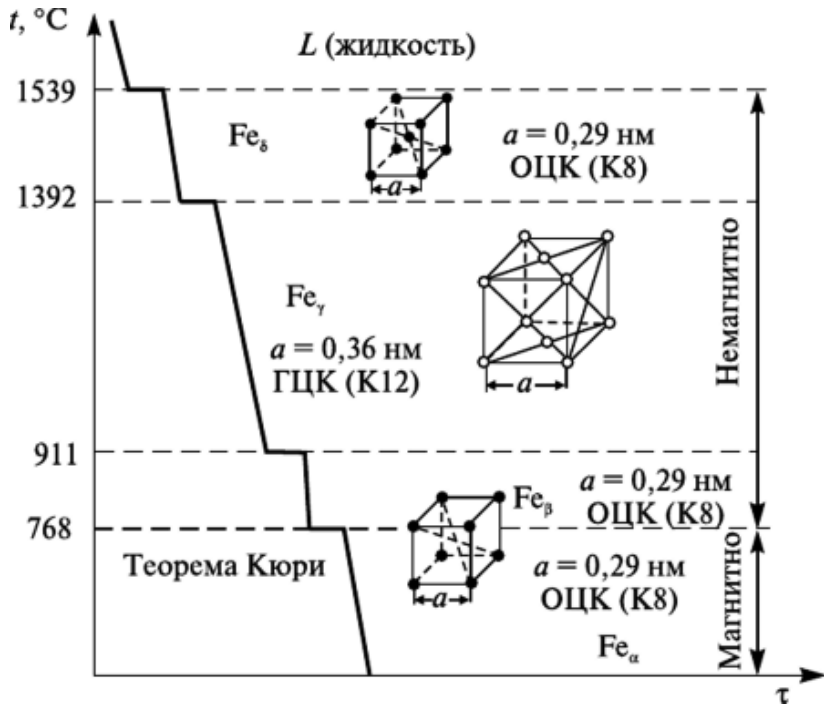

Рис. 4. Полиморфные превращения железа
**Полиморфизм** или перекристаллизация (аллотропия) это способность металла в твердом состоянии при различных температурах (или давлении) иметь различные типы структур или фазовое строение. На Рис. 4 показана схема полиморфного превращения железа. Полиморфизм и полиморфные превращения в металлах имеет большое практическое значение. Так благодаря полиморфизму железа имеется возможность широкого изменения структуры и свойств сплавов на основе железа (сталей), например, посредством термической обработки (закалки, отпуска, отжига). При сварке плавлением стали полиморфизм определяет фазовые превраще-